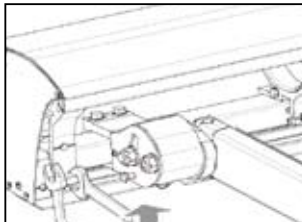

FIG 4A
- * dévissez légèrement les écrous latéraux (19mm) du support de bras (FIG. 4A).